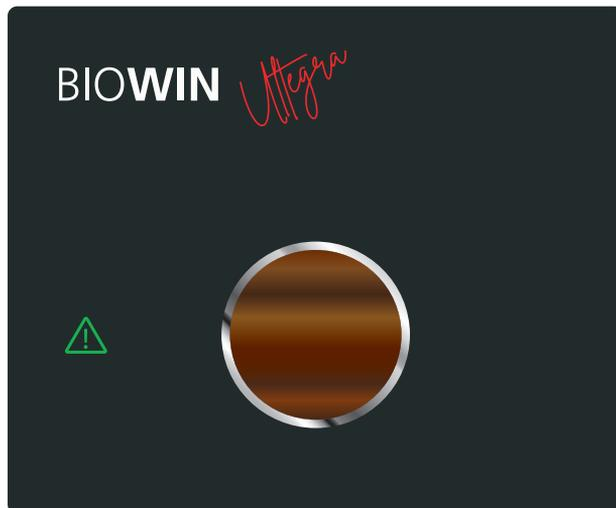

Fig. 7
- ▶ Maintenir ensuite le bouton myMagic enfoncé pendant env. 3 s  s'éteint et le symbole  s'allume ou clignote en vert – Fig. 7.